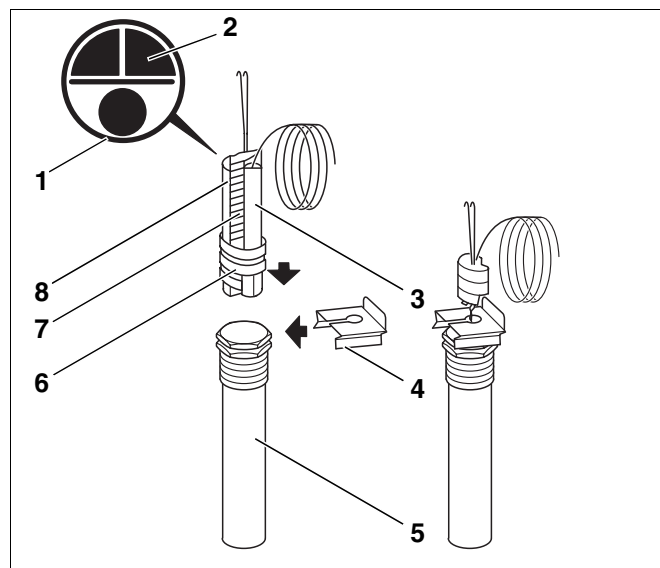

Fig. 1 Dykkfølermontasje
- Stikk dykkfølerenheten (fig. 1, **pos. 1**) inn i følerlommen (fig. 1, **pos. 5**) til anslag.
Kunststoffspiralen (fig. 1, **pos. 6**) som holder følerne sammen skyves automatisk tilbake når enheten stikkes inn i lommen. Utjevningssjæren (fig. 1, **pos. 7**) og blinddelene (fig. 1, **pos. 2 og 8**) må også skyves inn i følerlommen. Disse delene trykker temperaturfølerne mot følerlommens vegg, slik at varmeoverføringen blir bedre.
- Skyv følersikringen (fig. 1, **pos. 4**) på følerlommens hode fra siden. På denne måten sikres følerne mot å skli ut.
I dette tilfellet skal kun sensoren (fig. 1, **pos. 3** og fig. 2, **pos. 1**) til den vedlagte dykkfølerenheten (fig. 1, **pos. 1**) brukes – utjevningssjæren og blinddelene behøves ikke.